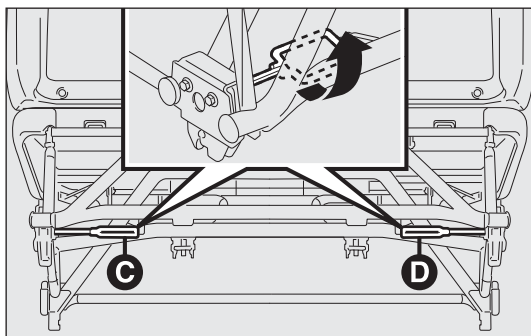

fig. 42
- dalla posizione a pacchetto, agire sulle leve C e D-fig. 42 ruotandole in avanti (come specificato dalla targhetta adesiva ubicata sulla traversa inferiore);